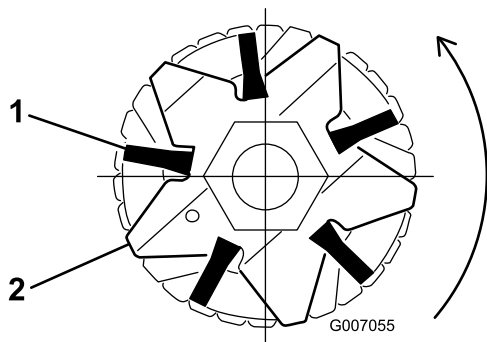

図 22
2. ブラシがグルーマ刃のスロットにきちんと入っていることを確認する 図 22 と 図 23。
3. 図 23 に示すように、グルーマリールのシャフトとブラシにストラップを巻きつけ、ブラシについている溝にストラップを入れる 図 22。